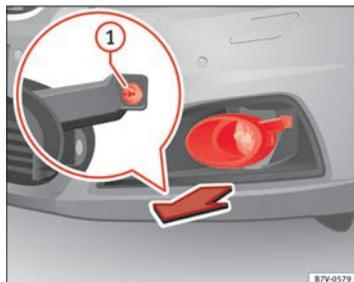

Fig. 209 Sur la partie droite du pare-chocs avant : dépose des projecteurs.
2. Tirez le cache vers l'avant, dans le sens de la flèche ⇒ fig. 209.
3. Desserrez la vis de fixation ⇒ fig. 209 ① avec le tournevis inclus dans l'outillage de bord ⇒ page 347.
11. Serrez la vis de fixation ⇒ fig. 209 ① avec le tournevis.
12. Placez le cache sur le pare-chocs ⇒ fig. 209.